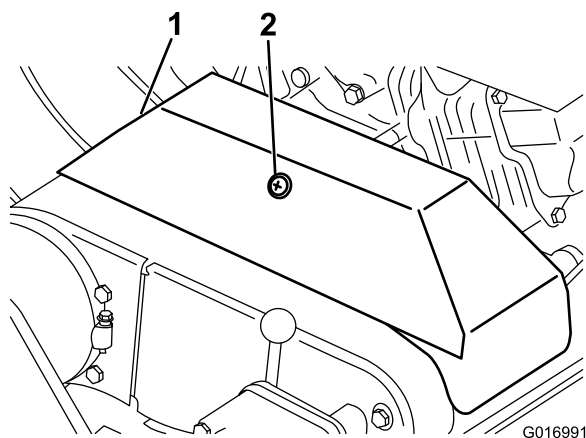

図 40
2. Vベルトカバーを固定しているリテーナをゆるめて、カバーを開ける 図 40。